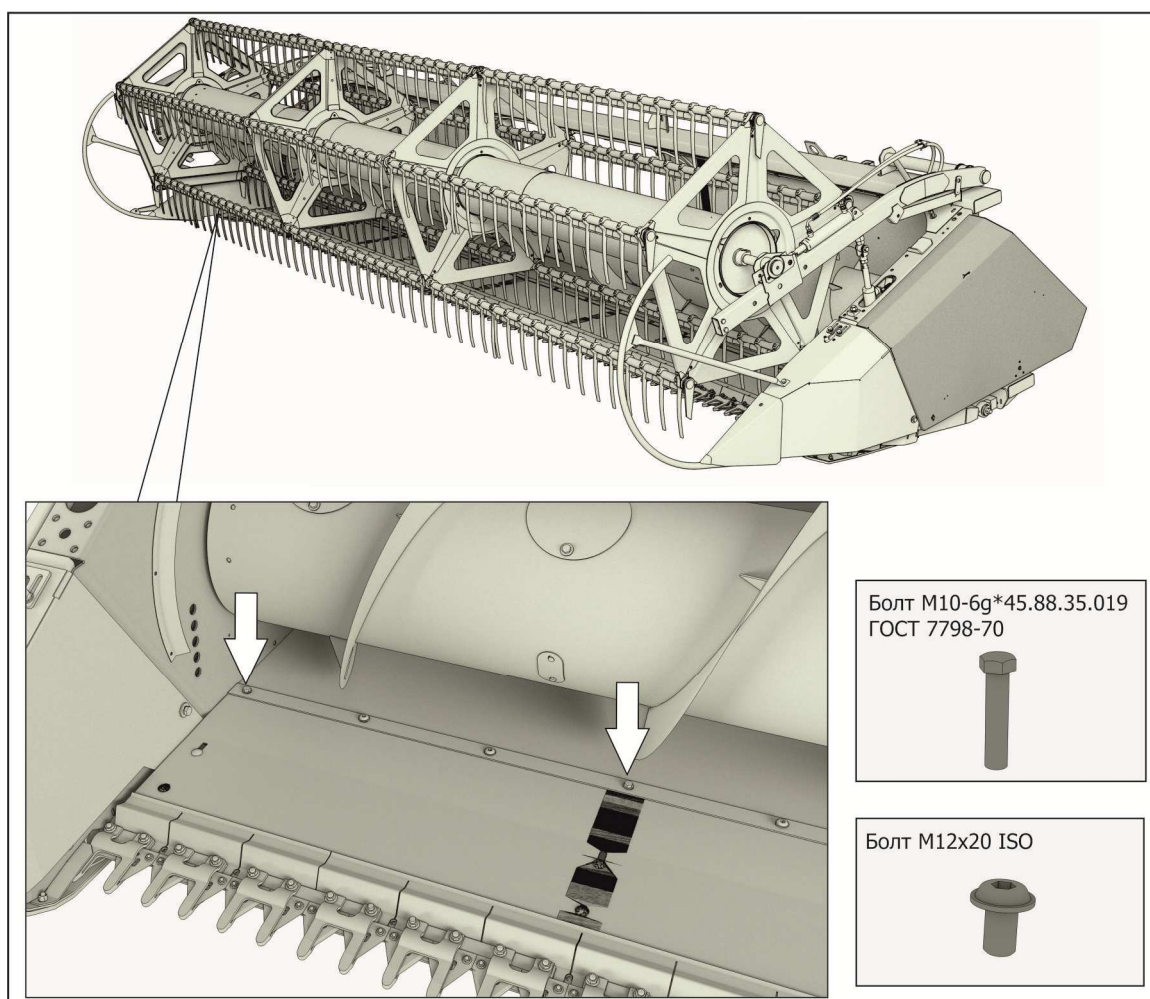

Рисунок 6.10 – Переоборудование жатки с уборки зерновых на уборку сои
3) Заменить болт М10х45 крепления рычагов режущего аппарата к каркасу (рисунок 6.10) по всей ширине жатки на болт М12х20 ISO (из комплекта ЗИП);